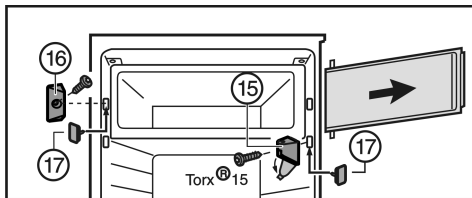

Fig. 7
- Abdeckung am Lagerbock Fig. 7 (15) wegklappen.
- Lagerbock Fig. 7 (15) mit der Fachtür abschrauben.
- Verschlussstück Fig. 7 (16) abschrauben.
- Die freigewordenen Löcher mit beiliegenden Stopfen Fig. 7 (17) verschließen.